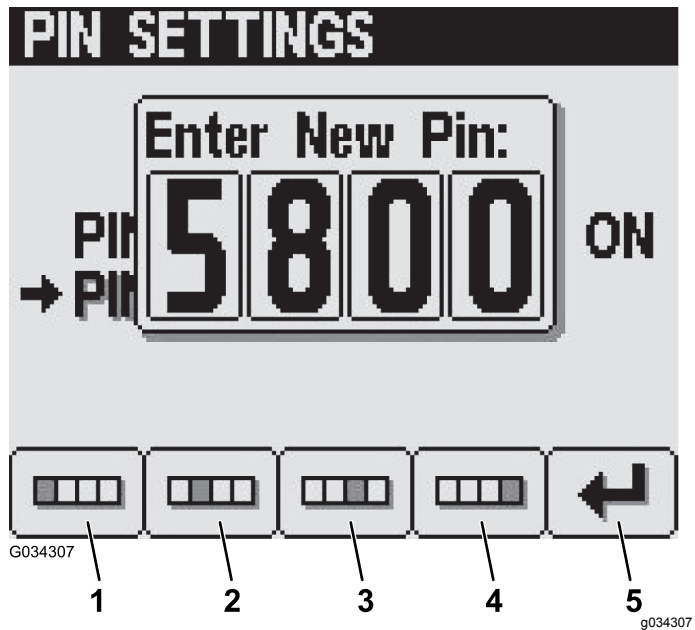

Figura 34
- En la pantalla de Ingresar PIN nuevo, ingrese su PIN nuevo usando los botones 1 a 4 y pulse el botón 5 para ingresar el PIN nuevo en el InfoCenter (Figura 34).